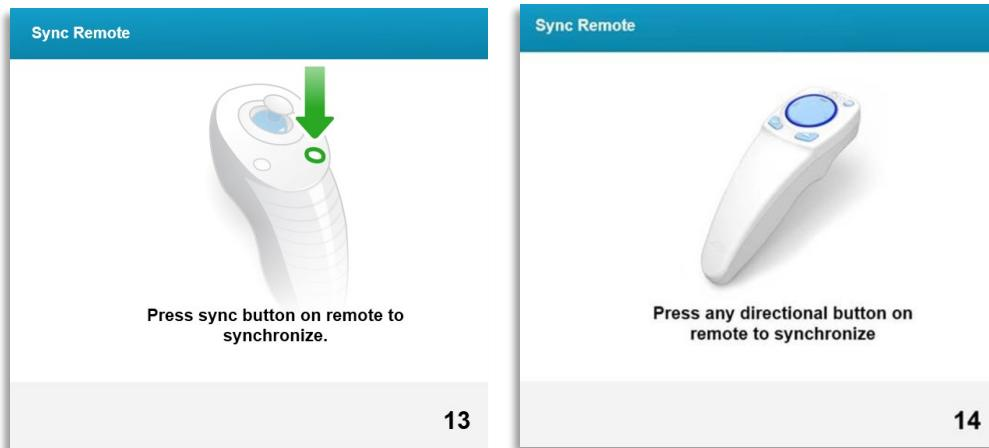

Bild 3-16. Synkronisera fjärrkontroll
- Meddelande ”Synkroniserad inpassning för fjärrkontroll” (Sync alignment remote) kommer att visas på skärmen i 15 sekunder, vilket visas på bild 3-16.